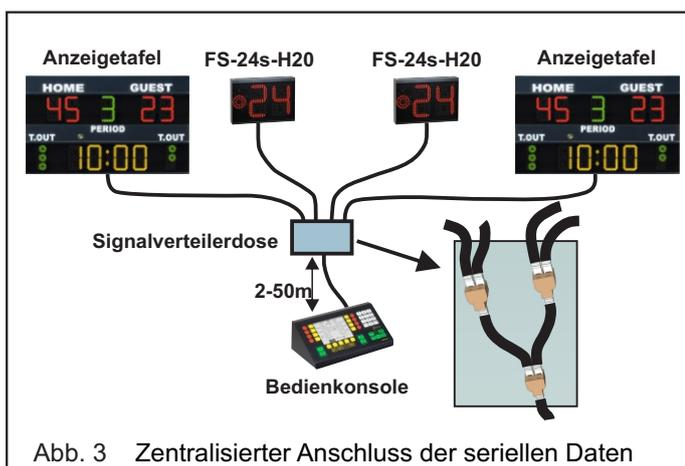

Abb. 3 Zentralisierter Anschluss der seriellen Daten
1. Zentralisierter Anschluss (siehe Abb. 3). An einer leicht zugänglichen Stelle ist eine Signalverteilerdose anzubringen, von der jeweils ein Kabel pro Anzeigetafel ausgeht; der Vorteil dieses Anschlusstyps ist der einzige Anschlusspunkt, sodass bei der eventuellen Unterbrechung eines Kabels jeweils nur die Visualisierung der entsprechenden Anzeigetafel in Frage gestellt wird.